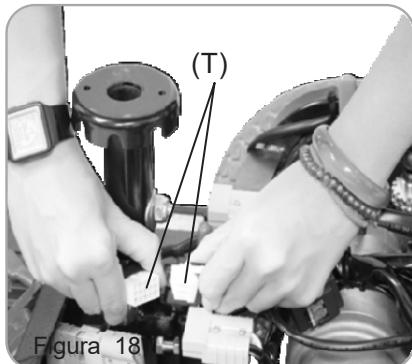

Figura 18
Desconectar los hilos conductores de la sección frontal y posterior (T), retirar luego las correas de las baterías (U) y el conector (V) para desmontar las baterías (b). (Figura 18 & 19)